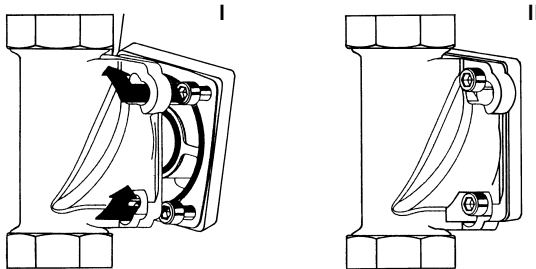

Abb. 4: Montage des Dosiergeräts
- / Die Köpfe der vier Zylinderschrauben M6×25 durch die Bajonettbohrungen am Einbaudrehflansch stecken (siehe Abb. 4 I).
- / Das Dosiergerät im Uhrzeigersinn bis zum Anschlag drehen (siehe Abb. 4 II).